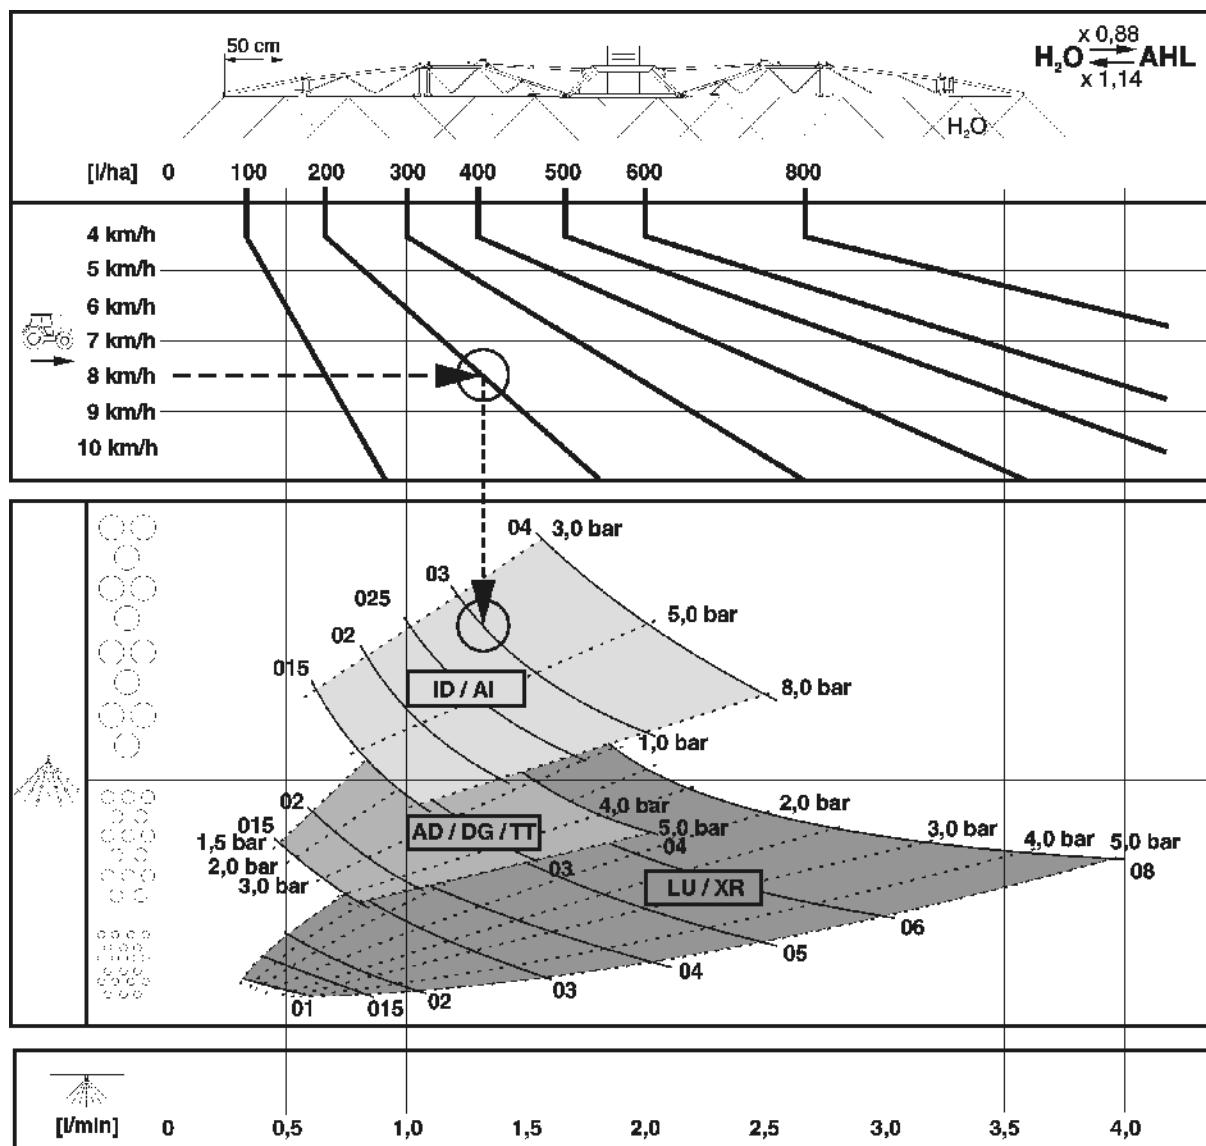

Fig. 155
- Fig. 155 brukes til å finne en egnet dysetype. Dysetypen bestemmes ut fra